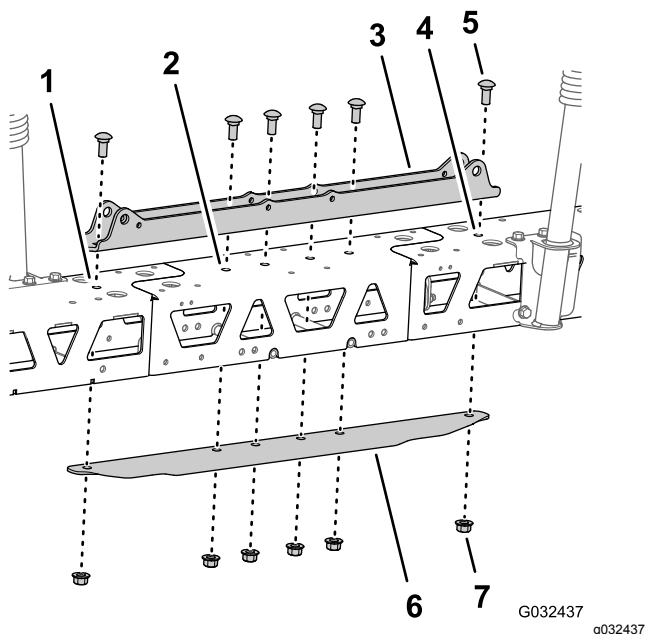

Bild 118
5. Fluchten Sie die Löcher in der Zylinderbefestigung mit den Löchern an der Mittellinie des mittleren Trägerrahmens aus (Bild 118).
6. Setzen Sie den Verstärkungskanal in den mittleren und äußeren Trägersystem ein und fluchten Sie die Löcher im Kanal mit den Löchern an der Mittellinie des mittleren Trägersystems aus (Bild 118).
7. Bauen Sie die Zylinderbefestigung, die Träger, die mittlere Auslegersektion und den Verstärkungskanal mit den zwei Schlossschrauben (1/2" x 1-1/4") und den zwei Sicherungsbundmutter (1/2"), die Sie in Schritt 3 in Entfernen der Sprühdüsen (Seite 40) entfernt haben, und den vier Schlossschrauben (1/2" x 1-1/4") und den vier Sicherungsbundmutter (1/2") vom Finishingkit für das GeoLink-Sprühsystem (Bild 118) zusammen.